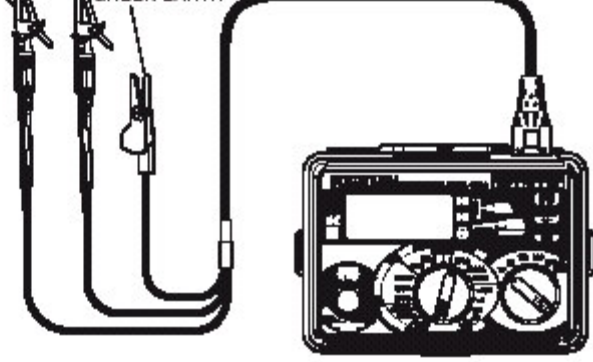

Fig 10
- (1) Réglez la touche de courant de déclenchement nominal sur la valeur de déclenchement du différentiel sous test.
- (2) Positionnez le sélecteur de fonction sur $\times \frac{1}{2}$ pour le test "no trip" (non-déclenchement) afin d'assurer que le différentiel fonctionne endéans les spécifications mais qu'il ne soit pas trop sensible.
- (3) Appuyez sur le sélecteur de phase pour que l'afficheur indique 0°.
- (4) Connectez l'instrument au différentiel à tester, soit par une prise (fig. 9) appropriée, soit par le jeu de cordons OMA DIEC (fig. 10).
- (5) Veillez à ce que les témoins de contrôle du câblage P-E et P-N soient allumés et que la diode de câblage incorrect  soit éteinte. Si tel n'est pas le cas, déconnectez le testeur et vérifiez le câblage.
- (6) Si les témoins s'allument de manière correcte, appuyez sur le bouton de test pour appliquer la moitié du courant de déclenchement nominal pendant 2000ms alors que le différentiel ne peut pas se déclencher. Les témoins PN et PE doivent rester à l'état allumé, indiquant ainsi que le différentiel ne s'est pas déclenché.
- (7) Appuyez sur le sélecteur de phase pour que l'afficheur indique 180° et reprenez le test.
- (8) Au cas où le différentiel se déclencherait, le temps de déclenchement sera affiché, mais le différentiel pourrait être défectueux.
- (9) Positionnez le sélecteur de fonction sur $\times 1$ pour le test "trip" (déclenchement) qui mesure le temps nécessaire par le différentiel pour se déclencher à un courant résiduel prééglé.
- (10) Appuyez sur le sélecteur de phase pour obtenir 0° sur l'afficheur.
- (11) Veillez à ce que les témoins de contrôle du câblage P-E et P-N soient allumés, sinon, déconnectez le testeur et vérifiez le câblage.
- (12) Si les témoins sont allumés, appuyez sur le bouton de test pour appliquer la valeur complète de courant de déclenchement; le différentiel doit se déclencher. Le temps de déclenchement est indiqué sur l'afficheur. Lorsque le différentiel s'est déclenché, les diodes PN et PE doivent être éteintes. Vérifiez si tel est le cas.
- (13) Appuyez sur le sélecteur de phase pour obtenir 180° sur l'afficheur et répétez le test.
- (14) VEILLEZ A NE PAS TOUCHER AU METAL MIS A LA TERRE PENDANT LA DUREE DE CES TESTS.